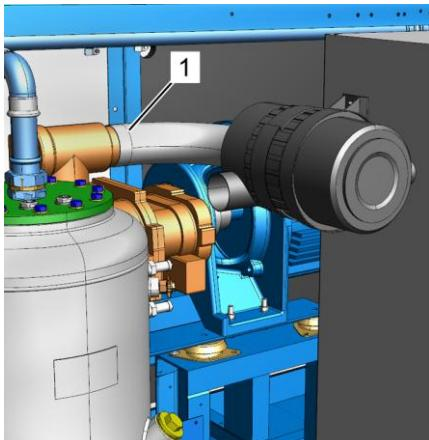

Рис. 35: Резьбовая пробка регулятора впуска
1. Отверните резьбовое соединение на впускном шланге регулятора впуска (Рис. 35/1) и снимите впускной шланг.